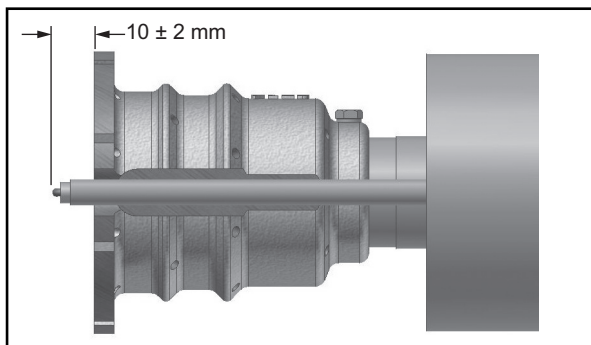
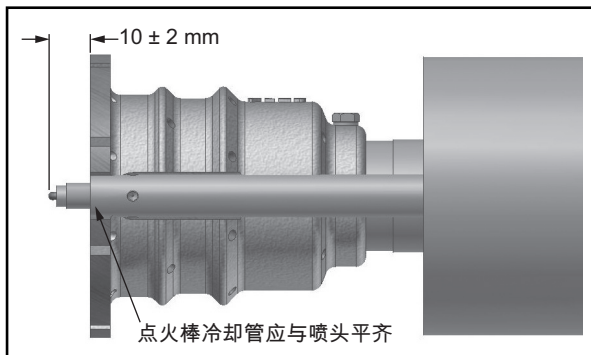

图 3.7
图 3.8
2. 螺纹点火棒通过后盖和烧嘴。不含点火棒冷却的烧嘴见图 3.7, 含点火棒冷却的烧嘴见图 3.8。